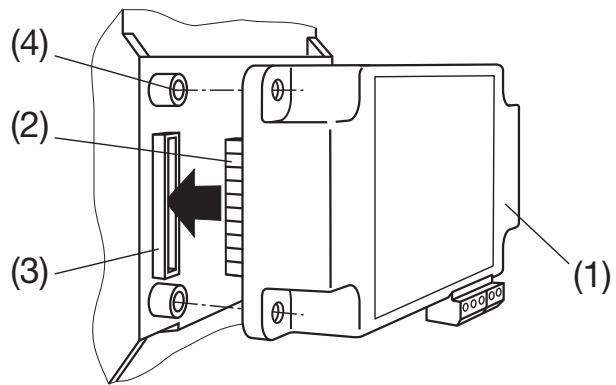

Bild 1
Erweiterungs-Modul (1) einfach auf der Rückseite des Grundgeräts aufstecken (Bild 1). Dabei beachten, dass Steckerleiste (2) und Steckbuchse (3), aufeinander passen.